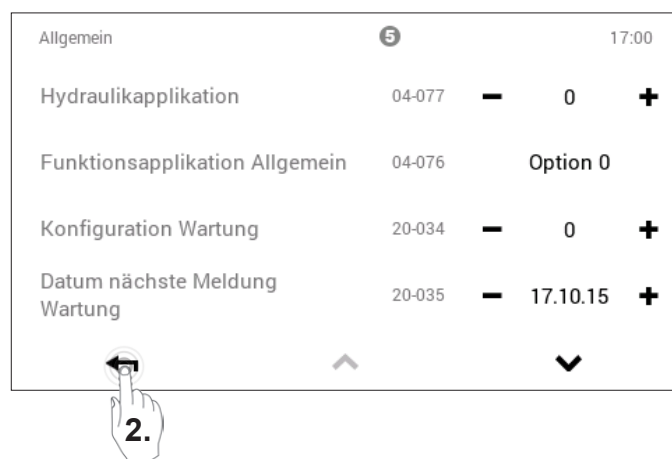

Bild 16
2. Zurück zum Ausgangsscreen (Bild 16)